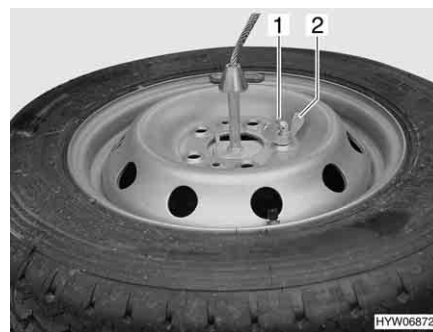

Fig. 251 Ruota di scorta
- Togliere la copiglia (Fig. 251,1) e il dado ad alette (Fig. 251,2) del supporto per la ruota di scorta.